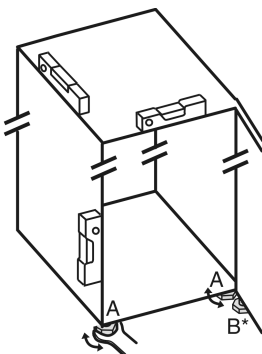

Fig. 23
- Dévisser les pieds réglables Fig. 23 (A) avec la clé plate fournie et utiliser un niveau à bulle pour vérifier que l'appareil est bien plan.
- Dévisser le pied réglable Fig. 23 (B) du support de palier avec la clé plate fournie jusqu'à ce qu'il touche le sol.
- Tourner le pied réglable Fig. 23 (B) de 90° supplémentaires.